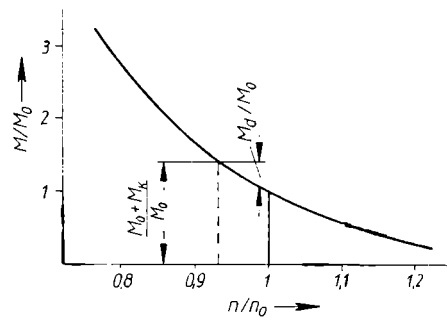

Bild 138
Die Charakteristik des Verbundmotors liegt zwischen derjenigen des Haupt- und Nebenschlußmotors und ist in Bild 138 gegeben.
Das Drehmoment M_0 ist bei 2 eingeschalteten Trommeln 10 kpm, und die zugehörige Drehzahl ist $n_0 = 640$ U/min. Dazu gehört in Bild 138 der Punkt $n/n_0 = 1$ und $M/M_0 = 1$.
- die Drehzahl bei Beendigung des Rutschens und längere Zeit nach Beendigung des Rutschens aus Bild 138;
$$\begin{aligned} \text{c) } \frac{Md}{M_o} &= \frac{4}{10}; \quad n_1 = \frac{n_1}{n_0} \cdot n_0 = 0,937 \cdot 640 \text{ U/min} = 599,7 \text{ U/min aus Bild 138;} \\ \frac{Md}{M_o} &= \frac{3}{10}; \quad n_2 = 0,944 \cdot 640 \text{ U/min} = 604 \text{ U/min.} \end{aligned}$$